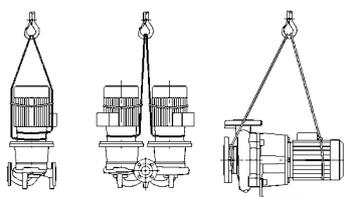

Fig. 4: Elevación de la bomba
- En este caso, las argollas de transporte del motor sólo sirven como guía durante la suspensión de la carga (Fig. 4).